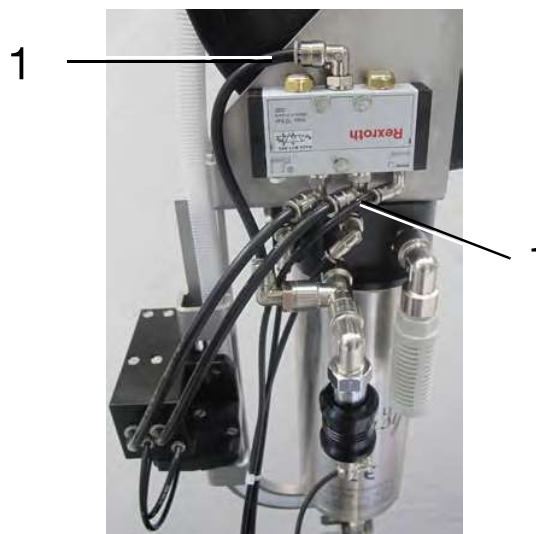

Bild 7-29 Pneumatikschläuche für den Clipantrieb
- Beide Pneumatikschläuche für den Clipantrieb wieder einstecken (Bild 7-29).